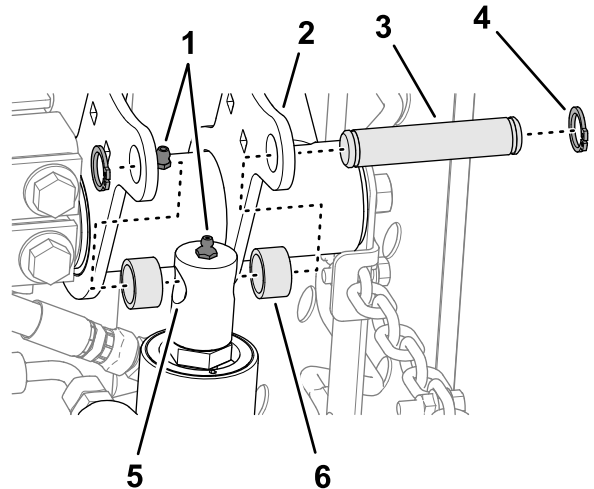

図 15
4. 昇降シリンダのロッドをゆっくり動かして右側昇降アームのフランジの穴に合わせる 図 15。
5. フランジにロッドを取り付ける取り付けピン、スペーサ 2 個、スナップリング 2 個を使用する 図 15。
6. 昇降アームと油圧シリンダのグリスフィッティングに、No. 2 リチウムグリスを注入する 図 15。
1. 後キャリアフレームのプレート穴を、カットティングユニットの取り付けプレートの穴に合わせる 図 15。